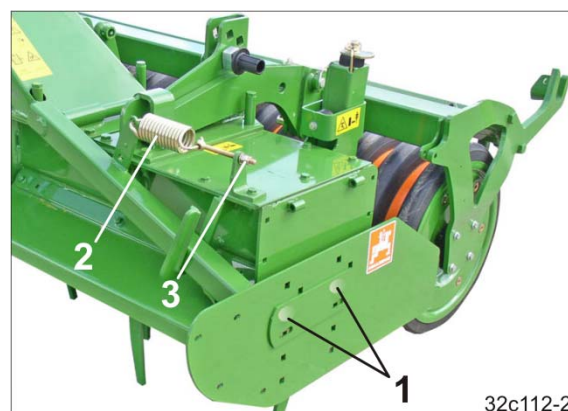

Fig. 119
Tabla laterală este fixată cu două șuruburi cu cap semirotund (Fig. 119/1) și se poate ajusta în înălțime.
2. Reglați tensionarea arcurilor (Fig. 119/2) prin răsucirea piuliței (Fig. 119/3).